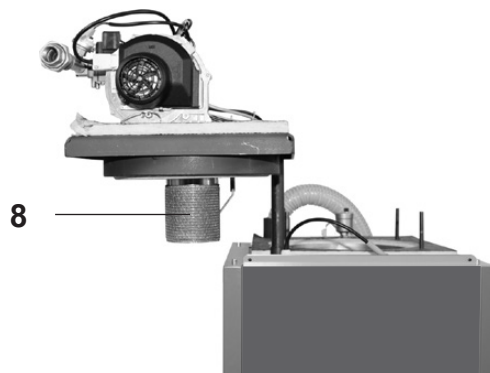

Fig. 35
2. Tirer le brûleur vers le haut avec les portes de chaudière et tourner sur le côté (8, Fig. 35)